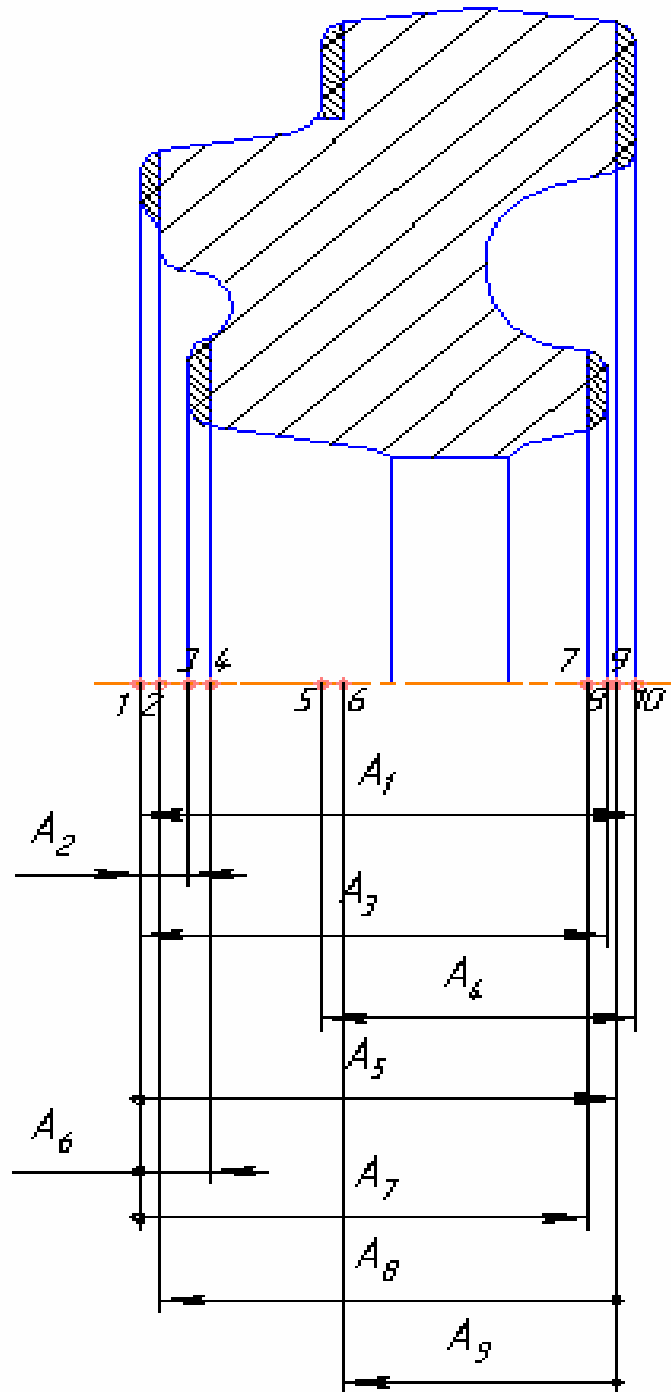

Рисунок 5 – Размерная схема
3.2 Сведение всех операционных эскизов в один эскиз под названием размерная схема с нумерацией всех промежуточных поверхностей слева направо (рисунок 5).